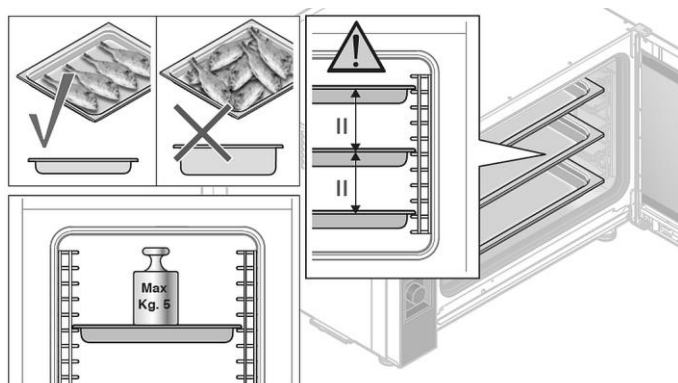

Fig. 18
- Pour assurer un traitement thermique parfait et uniforme, nous recommandons l'utilisation de bacs GN ou de moules qui ne sont pas trop profonds, pour assurer une bonne circulation de l'air (fig. 18).